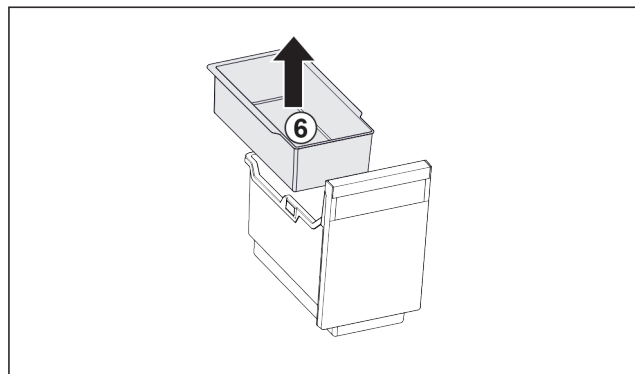

Fig. 119
- Vyjměte závěsnou misku Fig. 119 (6).